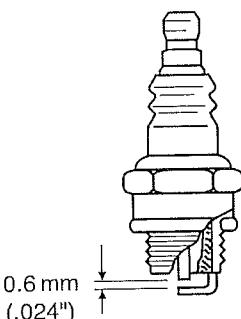

Fig.3-3
**(En) Spark plug (Fig. 3-3)**
**(Fr) Bougie (Fig. 3-3)**
**(It) Candela (Fig. 3-3)**
### (Ge) Zündkerze (Fig. 3-3)
### Bujía (Fig. 3-3)
### Tändstift (Fig. 3-3)